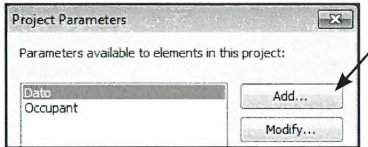

Fig. 13.02. Opret en ny med Add.
- Klik *Add* for at tilføje en ny parameter (Fig. 13.02).
- Klik på **New** ikonet igen (Fig. 13.02).